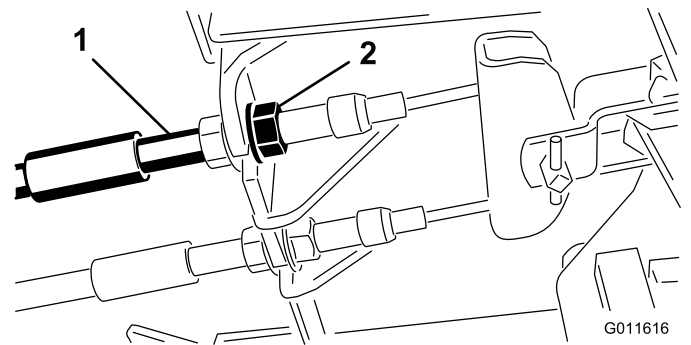

Figura 66
1. Per ridurre il gioco dei pedali del freno, stringete i freno allentando il dado anteriore sull'estremità filettata del cavo del freno (Figura 66).